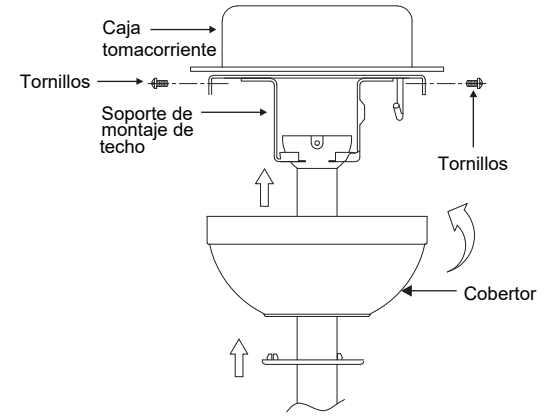

Fig. 15
Paso 2. Deslice el cobertor hacia arriba hasta el techo y ajústelo al soporte de montaje de techo utilizando 4 tornillos en el borde superior del soporte de montaje. Inserte cada tornillo en el orificio de montaje del cobertor y en el soporte de montaje. Ajuste bien todos los tornillos. (Fig. 15)